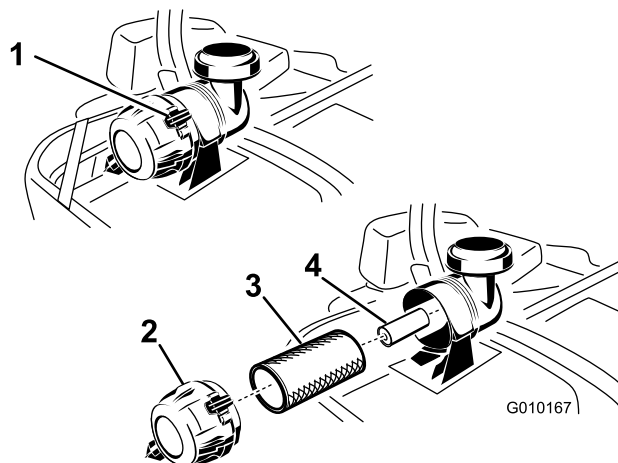

Figure 42
3. Appuyez sur les attaches du filtre à air pour les ouvrir et détachez le couvercle du corps du filtre à air (Figure 42).
5. Sortez le préfiltre du corps du filtre avec précaution (Figure 42). Évitez de cogner l'élément à l'intérieur du corps.
1. Ne nettoyez pas l'élément en papier ; remplacez-le (Figure 42).
2. Si vous remplacez l'élément secondaire, insérez-le avec précaution dans le corps du filtre (Figure 42).
3. Glissez ensuite le préfiltre sur l'élément secondaire avec précaution (Figure 42). Assurez-vous qu'il est bien engagé en appuyant sur le rebord extérieur.
4. Montez le couvercle, reniflard en bas, et tournez-le pour que les attaches verrouillent le couvercle en place (Figure 42).